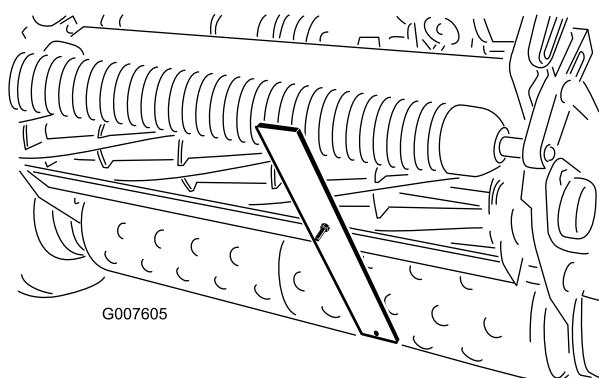

図 49
4. ゲージバーのネジ頭を下刃の先端に引っかけ、バーの後端を後ローラに当てがう（図 49）。